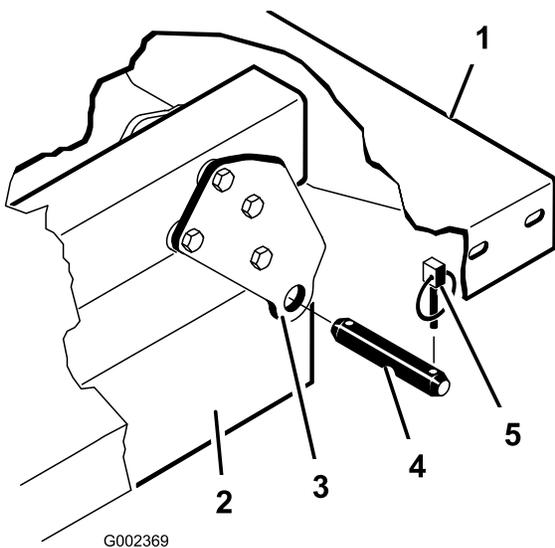

Figura 4
4. Rimuovete gli acciarini ed i perni con testa che fissano le staffe orientabili ai profilati del telaio (Figura 4)